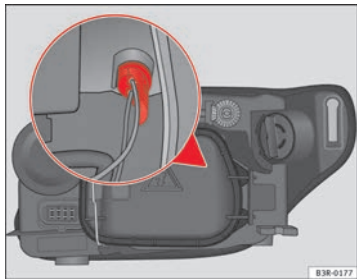

Abb. 221 Glühlampe des Standlichts
- Den Lampenträger durch Ziehen am Halter herausnehmen ⇒ Abb. 221 (kann auch durch Ziehen an den Leitungen des Lampenträgers herausgenommen werden).